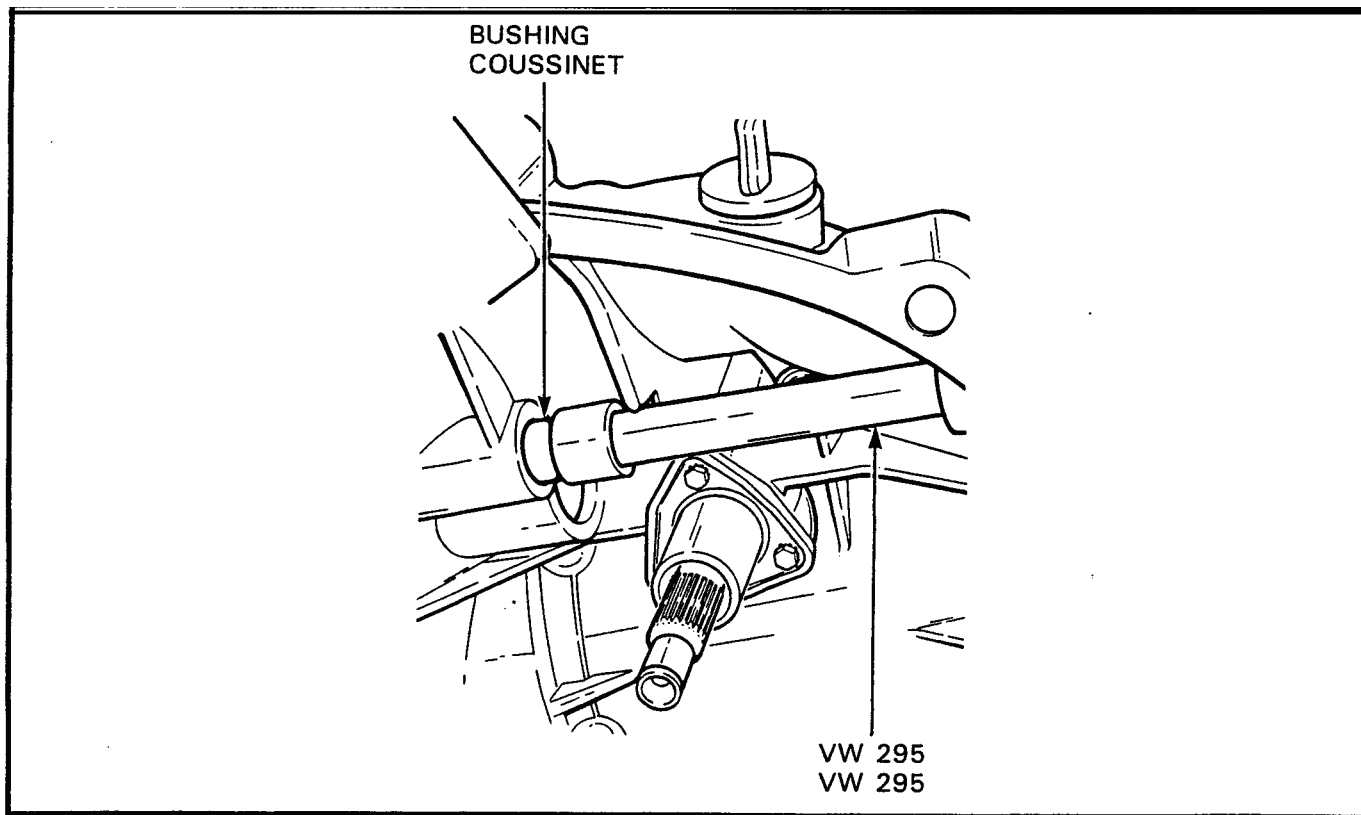

Figure 3-1-4 Installation of Clutch Release Shaft Bushing
- Insert the installer through the shaft opening in the housing, see Figure 3-1-4.
- Insérer l'outil d'installation dans l'orifice de l'arbre du logement. Voir figure 3-1-4.